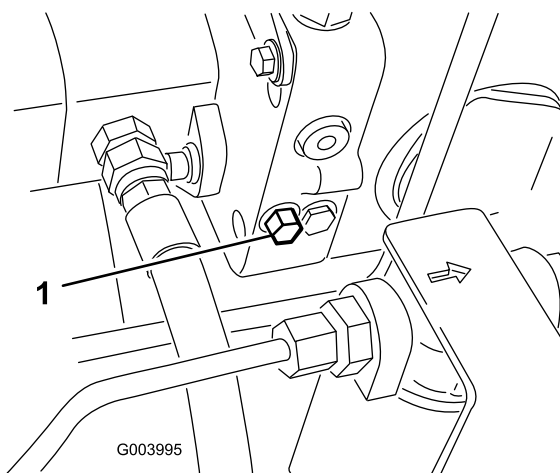

Bild 34
1. Drehen Sie die Schraube des Sicherheitsventils um eine 1½ Umdrehungen, um das Ventil zu öffnen und Öl intern abzulenken (Bild 34).